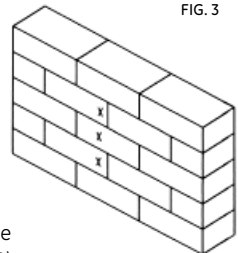

FIG. 3
2. Mientras que otra persona sostiene la placa de pared en su posición, marque tres puntos espaciados de manera equidistante en la pared para asegurar el soporte (ver fig. 3).